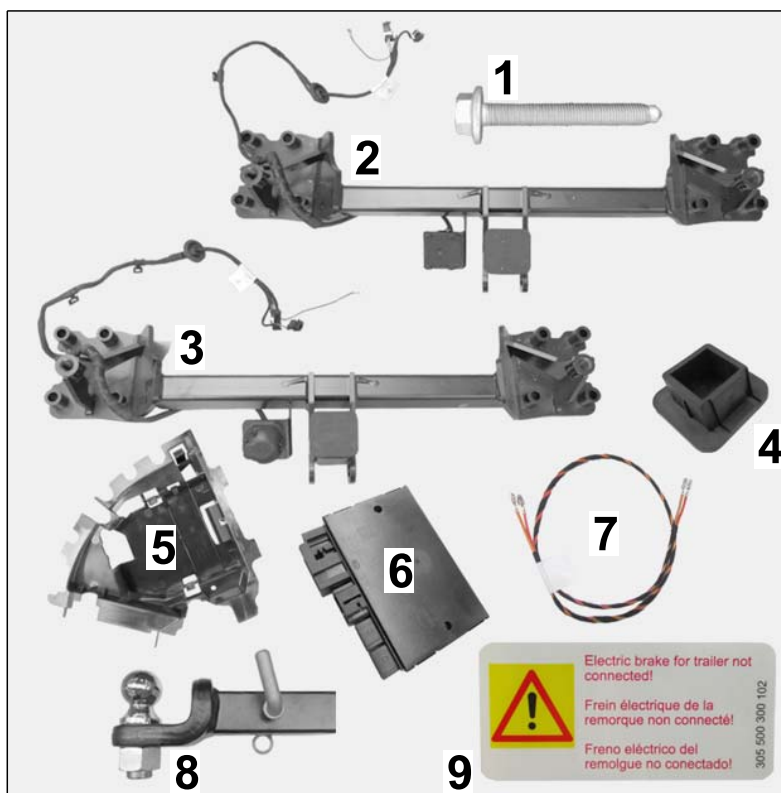

Рис. 3
⇒ Рис. 3):
- — — 1 x Наклейка с надписью “Электрический тормоз” ⇒ Рис. 3